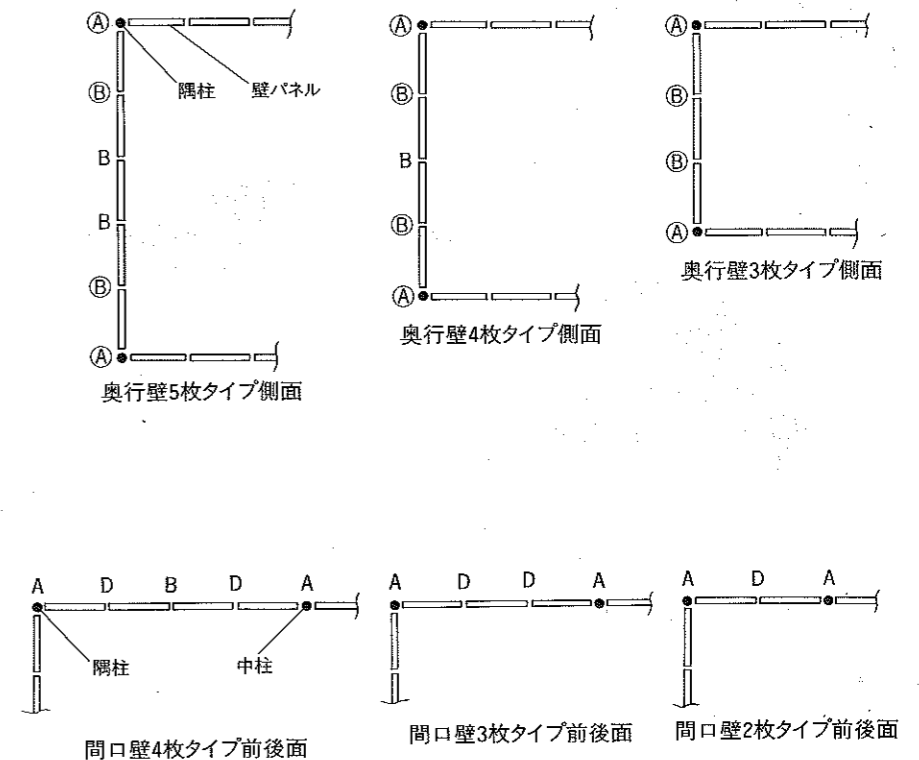

図F12-1
(1) 壁パネルを内側より持ち、下端を下枠の外側の突起に乗せ図のように起こして下さい。(図F12-1、12-2)
(2) 壁パネルをはめ込むと同時に壁の上端に壁取付金具(ブレードパネル取付金具)を差し込み **仮止め** します。(図F12-1、12-2)